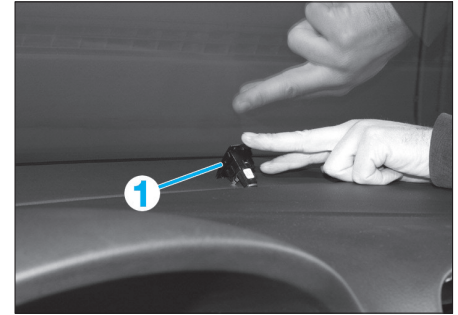

Fig. 32
- Extraire avec soin le détecteur photosensible de rayonnement solaire (1) de la buse de dégivrage du pare-brise puis débrancher sa connexion (Fig.32).